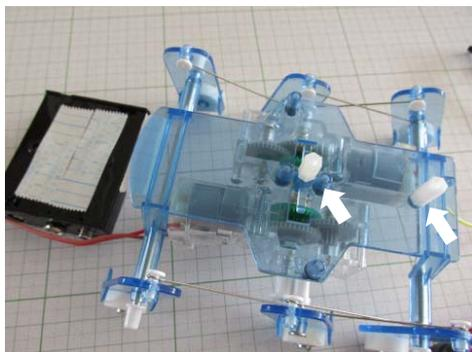

図9 SkyBerryJAM 本体固定用の2本のスペースサ
- ③SkyBerryJAM 本体を一度外して、ねじ M3x12mm を下から入れ、長さ 15mm の樹脂スペーサを固定しておきます。(図9参照)